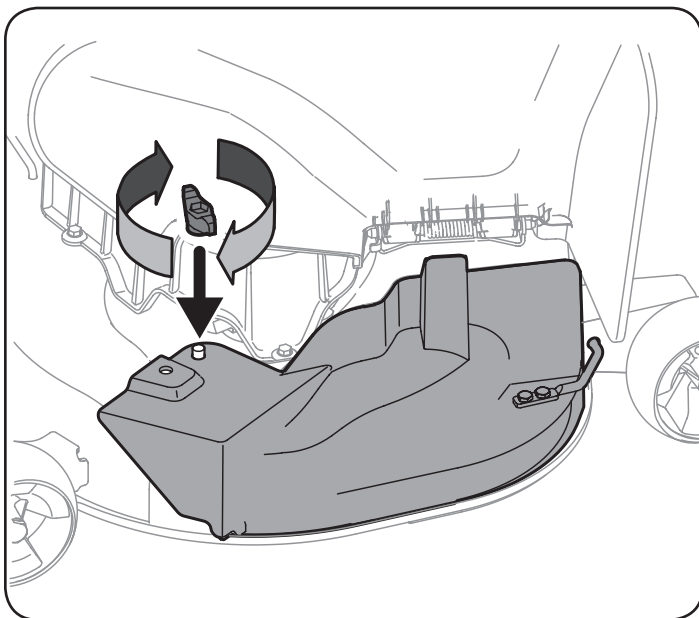

Figure 7
4. Fixez le couvercle de la déchiqueteuse en place avec le écrous à oreilles. Consultez la Figure 7.